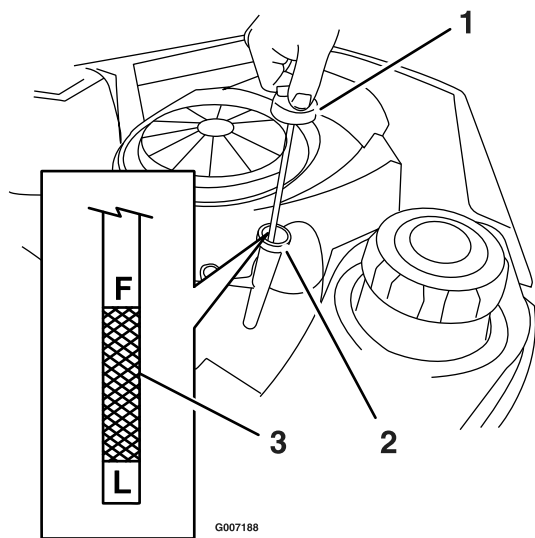
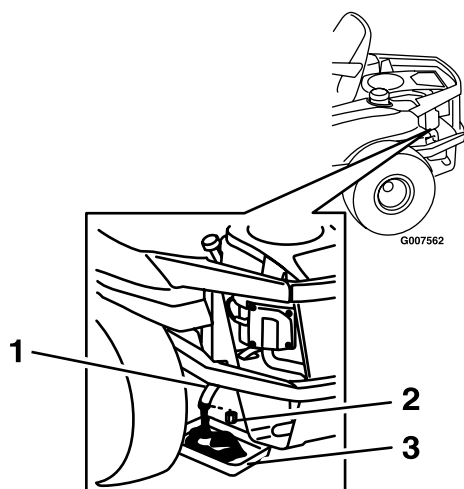

Figure 31
Figure 33
4. Sortez le bouchon de remplissage/la jauge de niveau d'huile et essuyez-la sur un chiffon. Remettez la jauge en place en l'enfonçant au maximum (Figure 31).
sous la machine, juste sous l'orifice de vidange du châssis, comme illustré à la Figure 33.
6. Enlevez le bouchon de vidange (Figure 33). Enlevez le bouchon de remplissage/la jauge (Figure 31).
9. Quand la vidange est terminée, remplacez le bouchon de vidange. Serrez le bouchon à 14 Nm. Essuyez l'excédent d'huile sur le châssis (Figure 33).
11. Posez le filtre à huile de rechange sur le socle de montage. Tournez le filtre dans le sens horaire jusqu'à ce que le joint soit en appui contre le socle, puis donnez de 1/2 à 3/4 tour supplémentaire (Figure 33).
14. Vérifiez le niveau d'huile (Figure 31) (voir Contrôle du niveau d'huile).